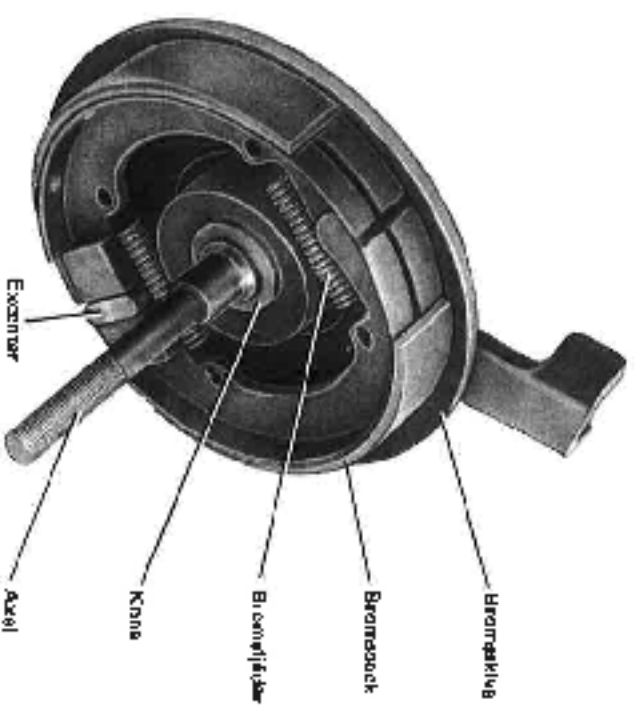

Bild 11. Axel med bromsanordning
2. Dräna axeln 13 med hjulansordning m. m. bild 11, och ta bort kullbällaren 12.
3. Sätt in bromsbäckarna 8, fäst dem med bromsfjäderna 14, bild 11.